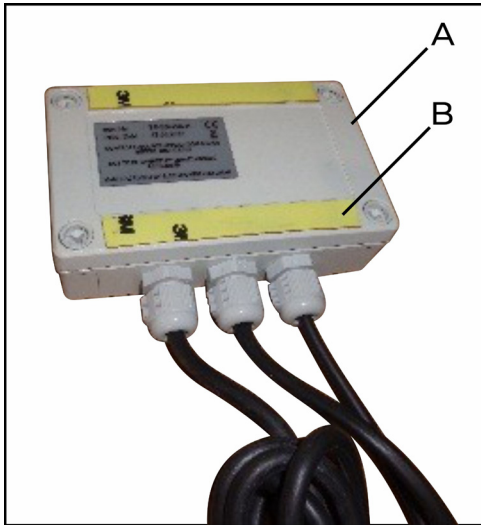

fig. 35
La caja de control (A) (fig. 35) cuenta con una cinta doble faz (B) para su fijación. Se recomienda fijarla dentro de la cabina de la cosechadora, de modo que esta quede bien fijada y protegida, según la figura 36.